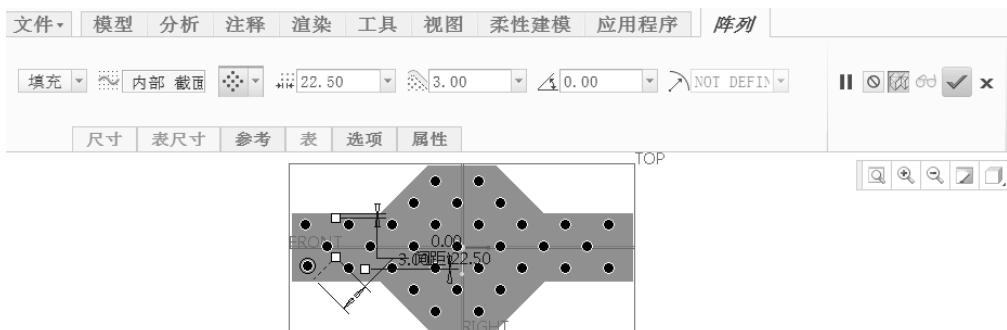

图 5-80 设置填充阵列参数
7) 在“阵列”选项卡中设置填充阵列参数,如图 5-80 所示。